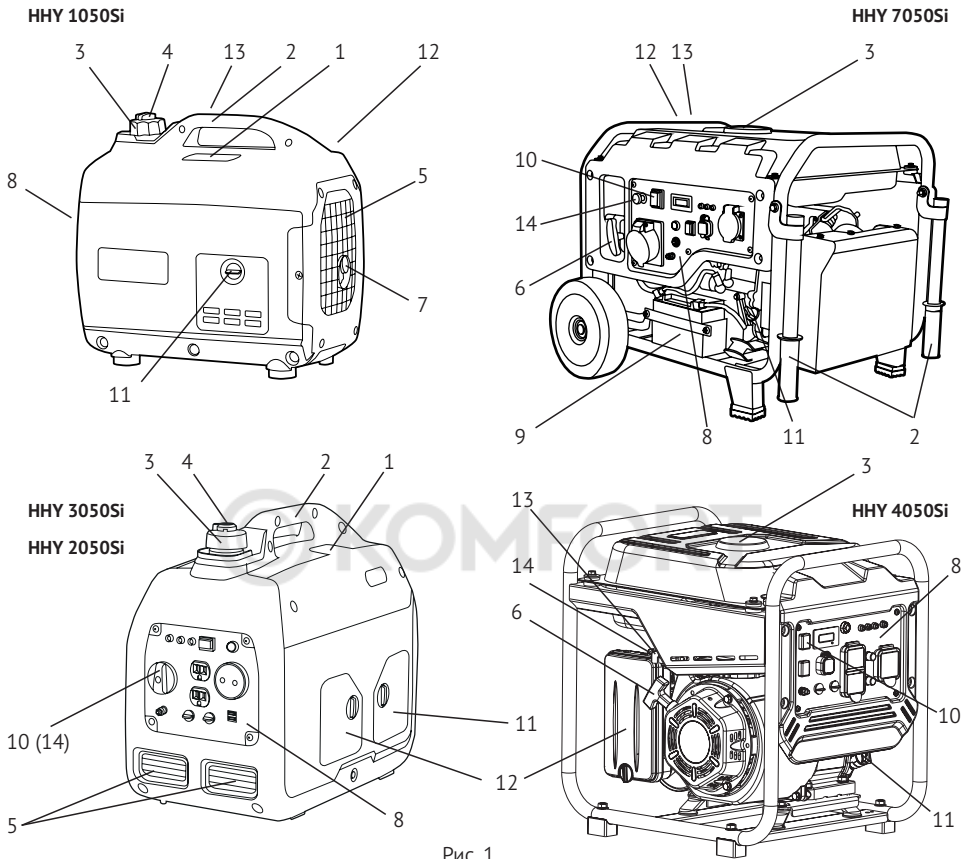

Рис. 1
Снимите крышку (3) (рис. 1) и заполните топливный бак бензином (рис. **a1**). Максимальный уровень заполнения бака находится на уровне 5 мм от нижнего края горловины (рис. **b2**).